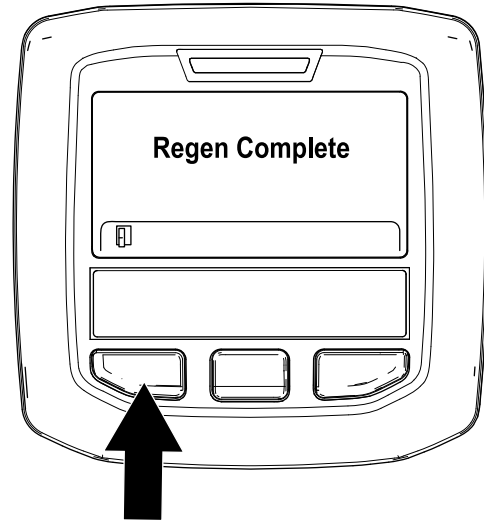

Figura 46
- A regeneração em estacionamento está concluída quando a mensagem “Regen Complete” (Regen. completa) surge no InfoCenter. Prima o botão esquerdo para sair para o ecrã inicial (Figura 46).